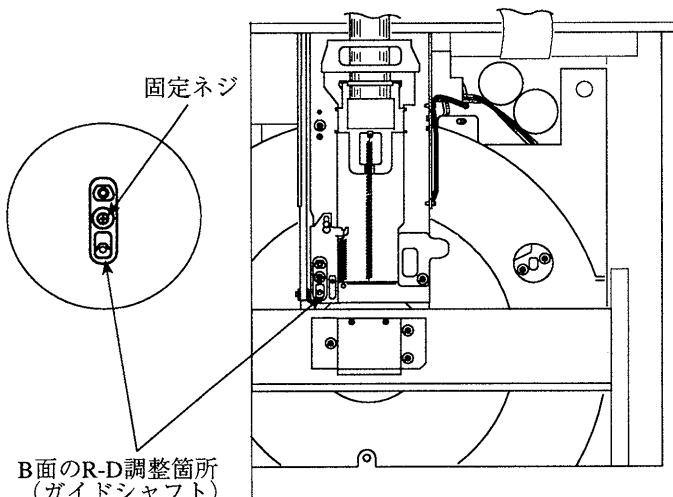

図6-7-5
- (6) 調整後は固定ネジで締め付け固定する。（図6-7-5）
- (7) 停止状態にする。
- (8) トラッキングサーボをONする。